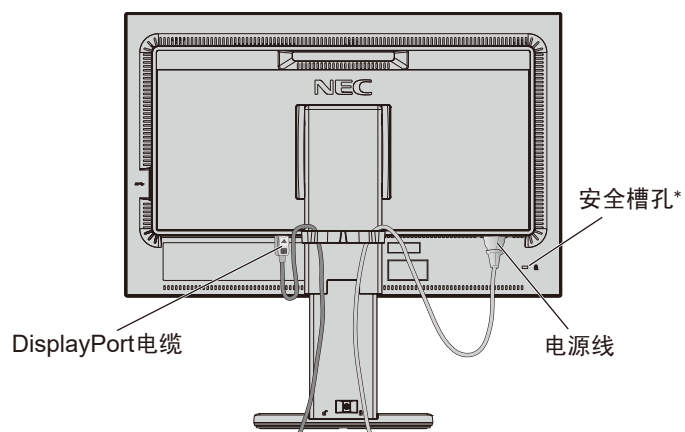
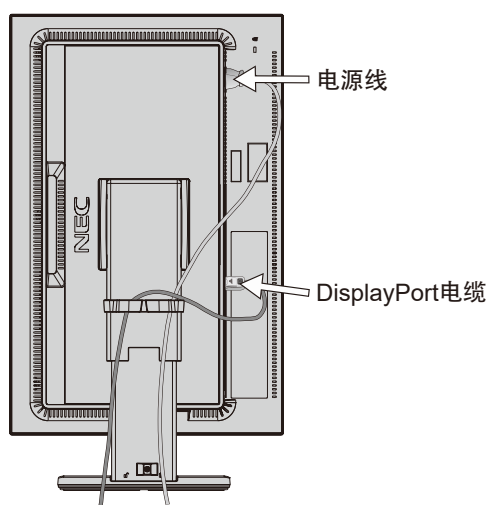

图 C.2
图 C.3
5. 将缆线牢固均匀地置于缆线支架中 (图 C.2 和 图 C.3)。